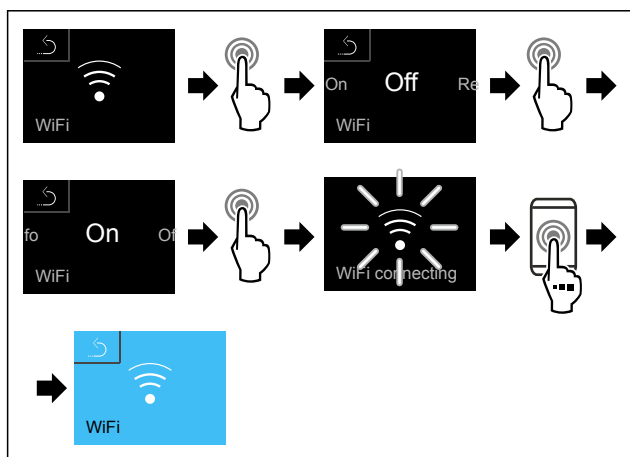

Fig. 96
- ▶ Proved'te kroky postupu (viz Fig. 96) .